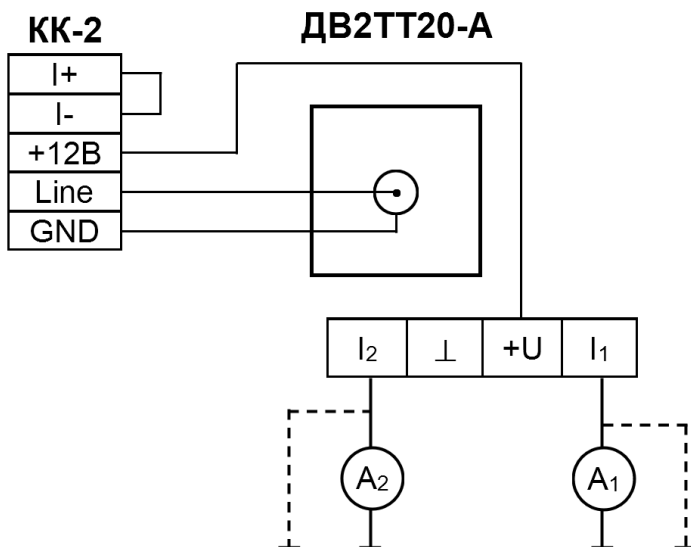

Рис.3. Подключение ДВ2ТТ20-А к кабелю интерфейсному.
5.6. При использовании кабеля интерфейсного для настройки токовых выходов преобразователя измерительного влажности и температуры ДВ2ТТ20-А, необходимо подключить преобразователь как показано на рис.3 с помощью кабеля для настройки ДВ2ТТ20-А (см. п.4) и использовать для настройки соответствующее ПО (см. п.2.3).